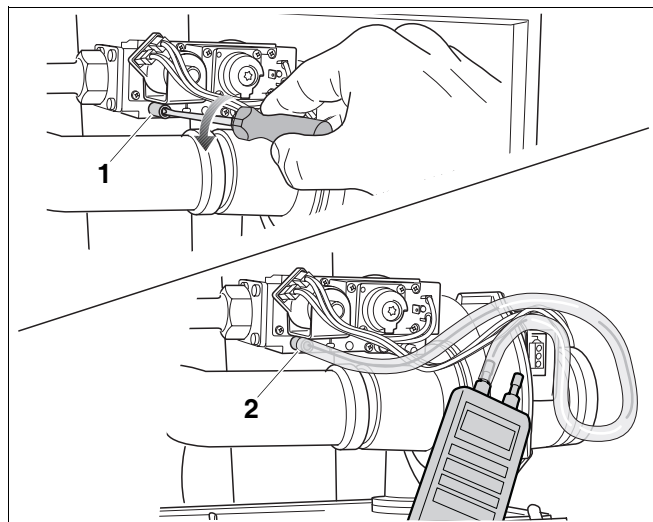

Fig. 80 Måling af gastilslutningstryk
- Løsn låseskruen på prøveniplen til gastilslutningsstrykket og udluftningen 2 omdrejninger (fig. 80, pos. 1).
- Sæt trykmåleapparatets måleslange på prøvenipplens plustilslutning (fig. 80, pos. 2).